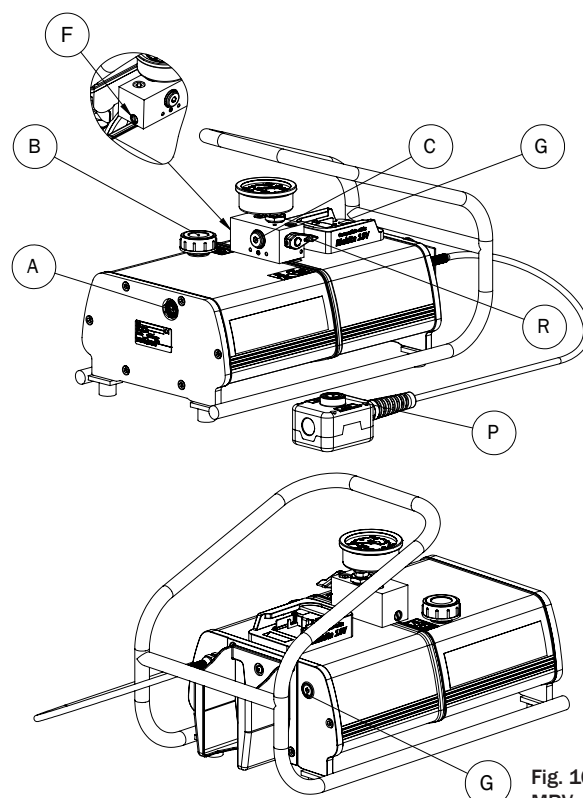

Fig. 10
- Unscrew the oil filler plug (Fig. 10, item B).
- Fill the oil reservoir through the filler hole until the oil level reach the centre of the level glass plug (fig. 10 pos. A).
Adjustment of maximum pressure is done by turning the adjustment screw (fig. 10 and fig. 11, pos. F)
Der Öleinfülldeckel verfügt über ein eingebautes Belüftungsventil, um Über- und Unterdruck im Ölbehälter (Abb. 10 Pos. B) zu verhindern.
Ölstandsglas zur einfachen Überprüfung des Ölstands (Abb. 10 Pos. A)